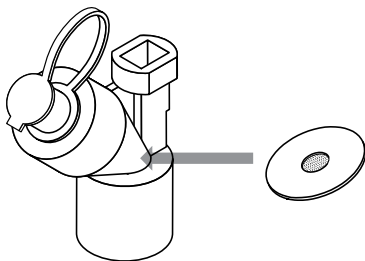

Figura 2. Tecnologia de malha vibratória Aerogen Palladium
- Não exerça pressão desnecessária sobre a placa de abertura côncava, na parte central do nebulizador (figura 2).